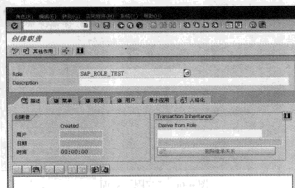

图 4-58 “创建职责”界面
STEP 2 在 ROLE 栏中输入要创建的角色名,单击“ Create Role”按钮创建普通角色;如果角色已存在,则可单击“”按钮对已有角色进行修改。这里以创建角色“SAP_ROLE_TEST”为例,进入“创建职责”界面,如图 4-58 所示。